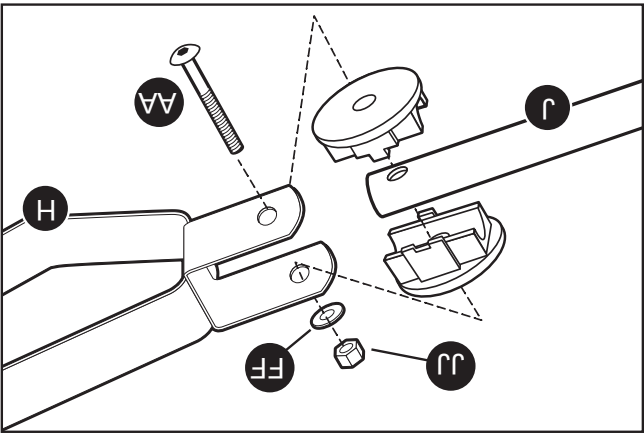

Fig. 11
9. Fije la manija (J) a la horquilla en el ensamble del eje frontal (H) con el perno cabeza de botón interna M8 x 60 mm (AA), la contratuercas M8 (JJ) y la arandela M8 (FF), como se muestra en la Fig. 11.